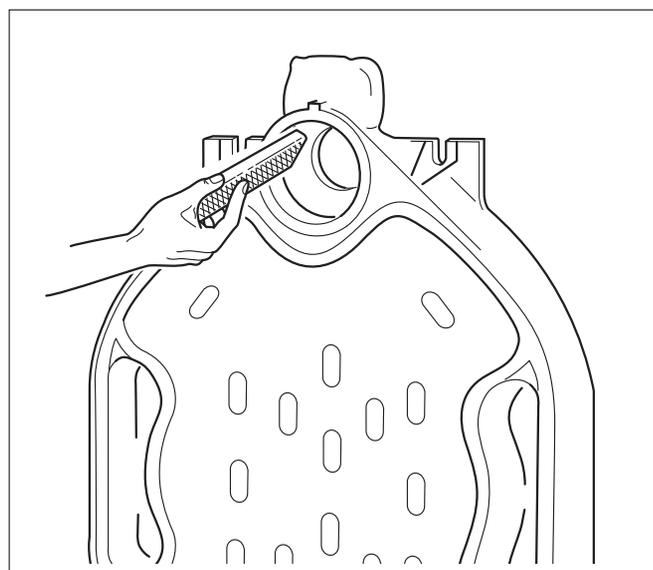

Рис. 7 Зачистка заусенцев
- ▶ Зачистите напильником заусенцы, если они есть на ступицах (рис.7).
- ▶ Зачистите напильником заусенцы, если они есть на ступицах (см. рис. 7).